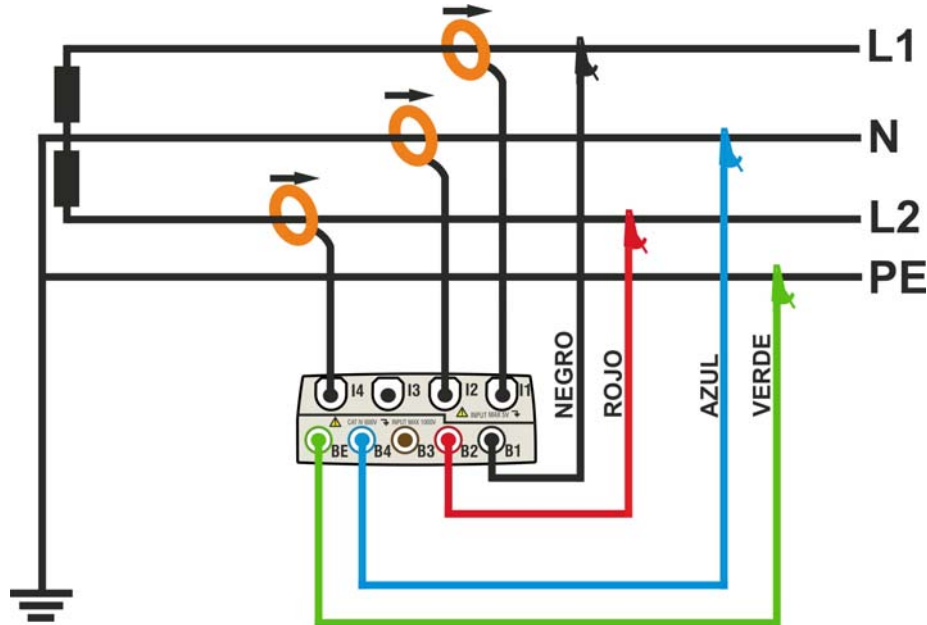

Fig. 113: Conexión del instrumento en un sistema Bifásico 3-hilos 1PH3W
2. Conecte los cables de medida de tensión sobre los conductores de L1, L2 y N respetando los colores como muestra la Fig. 113
3. Conecte las pinzas de corriente sobre el conductor L1, L2 y N como muestra en la Fig. 113 **respetando el sentido de la flecha** presente sobre la misma pinza que indica la dirección convencional de la corriente desde el generador a la carga. **Verifique siempre (seleccionando preliminarmente el sistema 3-hilos), en la pantalla de la sección Visualización Medida, que las Potencias Activas P1, P2 sean siempre positivas y que el factor de potencia Pf1, Pf2 sea correspondiente a la carga, normalmente inductivo**, antes de activar un registro. En caso de valores negativos de las potencias activas gire la pinza 180° sobre el conductor interesado.